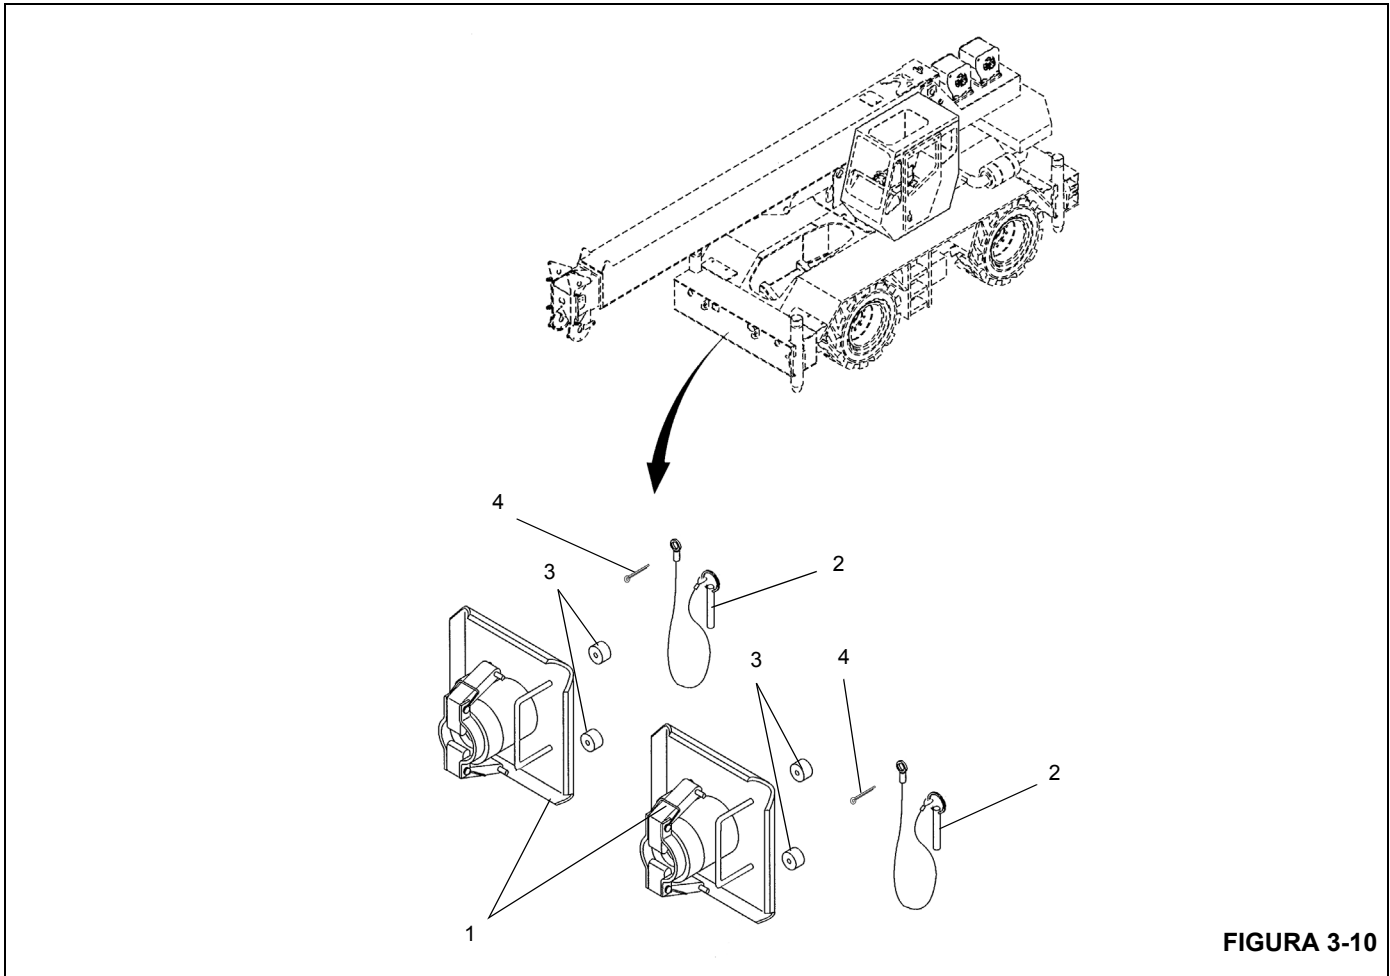

FIGURA 3-10
- Después de que todos los estabilizadores se hayan retraído, almacene los flotadores de los estabilizadores (Figura 3-10).